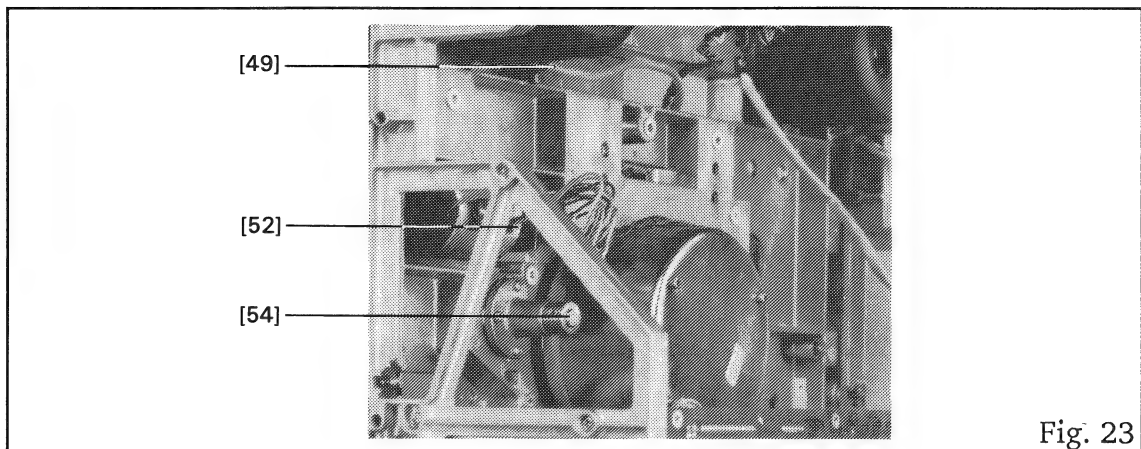

Fig. 23
- 1 Schraube der Motorkabel-Halterung [49] (Fig.23) lösen.